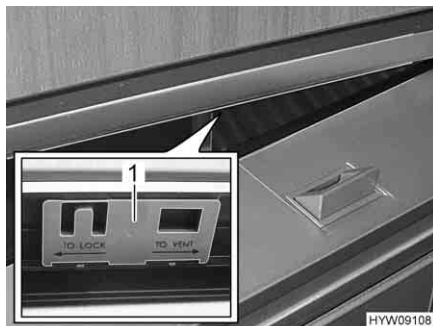

Fig. 87 Porta del frigorifero in posizione di ricircolo d'aria
- Spingere il cursore (Fig. 87,1) verso destra.